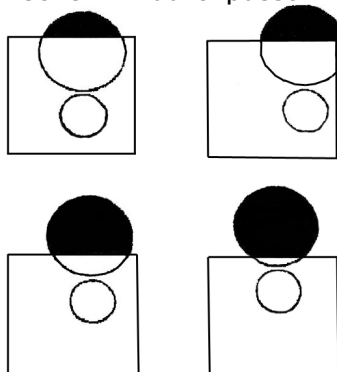

Abbildung 4
- Der Anschlagklotz (3) muss wie in Abbildung 4 beschrieben positioniert werden. Fixieren Sie ihn immer so, dass er so nah wie möglich an der Mittenwalze ist und das Werkstück noch dazwischen hindurchpasst.